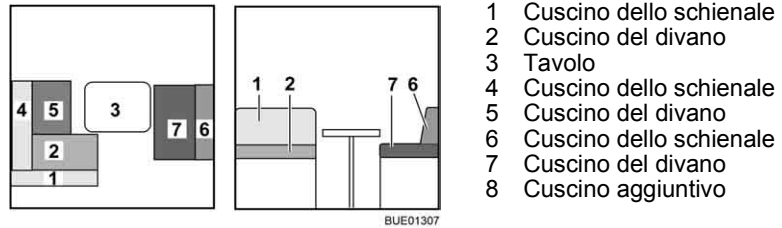

Fig. 133 Prima della trasformazione
- Trasformare il tavolo (Fig. 133,3) in struttura di supporto letto (vedi paragrafo 6.10).
- Rimuovere i cuscini dello schienale (Fig. 133,1 e 4) e riporli.